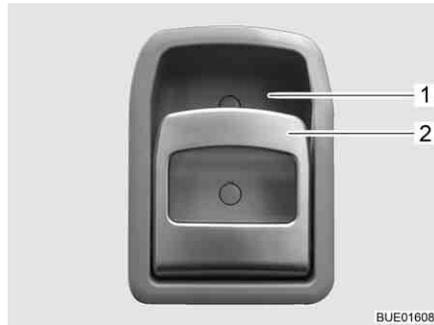

Bild 68 Türschloss Eingangstür, innen
- Öffnen:** ■ Am Griff (Bild 68,2) ziehen. Das Türschloss wird entriegelt bzw. geöffnet.
- Verriegeln:** ■ Griff (Bild 68,2) oben in Richtung Griffschale (Bild 68,1) drücken. Das Türschloss wird verriegelt.